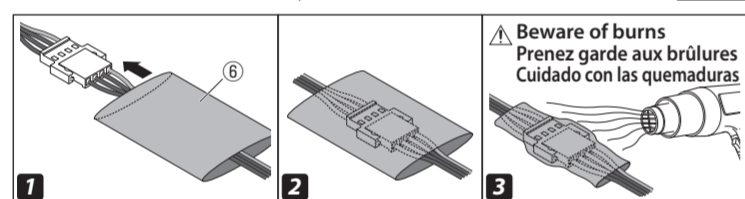

Fig. 3 / Figura 3
3. Put the heat shrink tube over the connection area of the connector. Apply heat with a heat gun or similar to shrink the tube and protect the connector from moisture, etc. (Refer to Fig. 3)
3. Appliquez de la chaleur avec un pistolet thermique ou similaire pour rétrécir le tube et protéger le connecteur de l'humidité, etc. (Se référer à la Fig. 3)